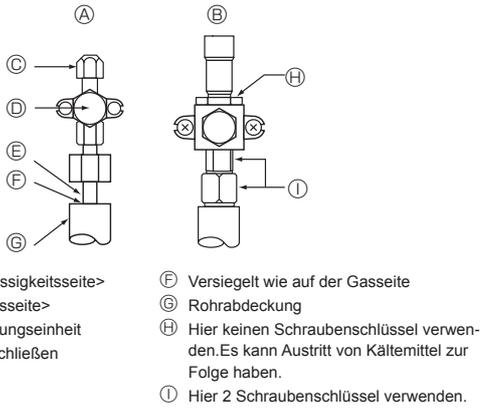

Fig. 4-5
4.4. Verfahren zum Prüfen der Rohre auf Dichtigkeit (Fig. 4-5)
- Vergewissern Sie sich, dass die Sperrventile (A) (B) geschlossen sind und öffnen Sie sie nicht.
- Bauen Sie über die Wartungseinheit (C) des Flüssigkeitssperrventils (A) Druck in den Kältemittelleitungen auf.
- Wenn der Druck in den Schritten (2) oder (3) abfällt, entweicht Gas. Suchen Sie nach der Gasaustrittsstelle.